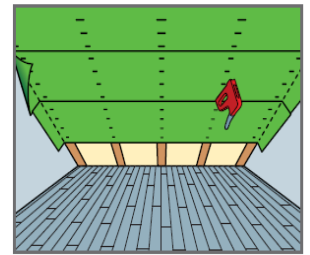

Bild 2
**BILD2:** Mit seitlichem Übermaß von ca. 20 cm ist die Bahnauf einer Seite vorzufixieren. Die bedruckte Seite zeigt hierbei immer zum Rauminnen. Die Bahn im Anschluß von Sparren zu Sparren spannen und befestigen. Es ist darauf zu achten, daß die Befestiger nicht durch die Bahn schlagen.